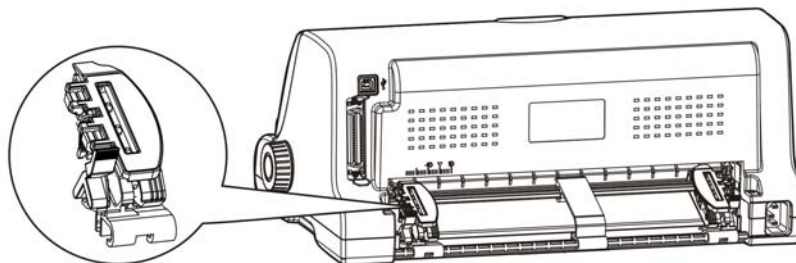

图 3-8 松开左边锁定杆
3. 松开拖纸器左右链轮的链轮锁定杆（如图 3-8 所示）。